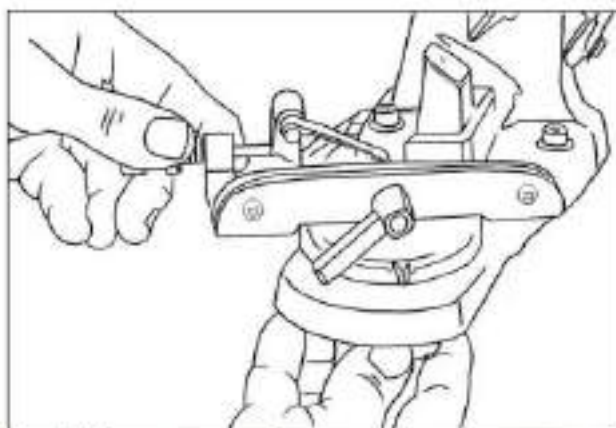

Рис.4 Установка рабочего стола на основании
• С помощью крепежной гайки, закрепите рабочий стол на основании (рис.4).